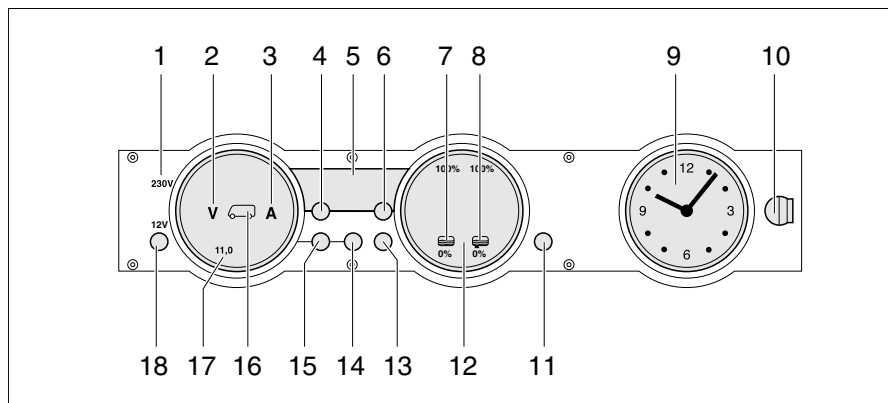

Fig. 259 Pannello di controllo MP 20-T
La spia di controllo 230 V (Fig. 259,1) si accende quando all'ingresso della centralina elettrica è presente una tensione di rete.
L'interruttore principale 12 V (Fig. 259,18) inserisce o disinserisce il pannello di controllo e l'alimentazione a 12 V dell'abitacolo.
- Premere brevemente il tasto "12 V" (Fig. 259,18). L'alimentazione a 12 V dell'abitacolo è inserita. L'indicatore di controllo "12 V" si accende.
- ▷ Se dopo l'accensione il LED "11,0" dell'indicatore dei volt e il simbolo dei Volt "V" (Fig. 259,2) lampeggiano nell'indicatore delle batterie (Fig. 259,17), la tensione della batteria dell'abitacolo è insufficiente. Caricare la batteria.
- ▷ Se dopo l'accensione l'indicatore di controllo "12 V", il simbolo della batteria dell'abitacolo (Fig. 259,16) e il simbolo dei Volt "V" (Fig. 259,2) lampeggiano per tre volte, significa che la separazione della batteria è attivata. Disattivare la separazione della batteria.
- Premere brevemente il tasto "12 V" (Fig. 259,18). L'alimentazione a 12 V dell'abitacolo è disinserita. L'indicatore di controllo "12 V" si spegne.
- Premere il tasto della batteria dell'abitacolo (Fig. 259,14) e tenerlo premuto per circa 10 secondi. Il simbolo dei Volt "V" (Fig. 259,2) e il simbolo degli Ampere "A" (Fig. 259,3) lampeggiano tre volte. La batteria dell'abitacolo è separata dalla rete di bordo a 12 V.
- Premere il tasto "12 V" (Fig. 259,18) e tenerlo premuto per 5 secondi. Il simbolo dei Volt "V" (Fig. 259,2) lampeggia tre volte. La batteria dell'abitacolo è collegata alla rete di bordo a 12 V. L'indicatore di controllo si accende dopo circa 2 secondi.
- Premere il tasto della batteria dell'abitacolo "🔋" (Fig. 259,14). Il simbolo dei Volt "V" (Fig. 259,2) si accende. Il simbolo degli Ampere "A" si accende con luce bianca o rossa a seconda del livello di carica o scarica delle batterie. La tensione della batteria e la corrente della batteria dell'abitacolo sono indicate dai LED sul pannello di controllo.
- Premere il tasto della batteria di avviamento "🔋" (Fig. 259,15). Il simbolo dei Volt "V" (Fig. 259,2) si accende. La tensione della batteria della batteria di avviamento viene indicata attraverso i LED nell'indicatore.
- Premere il tasto dei serbatoi "  " (Fig. 259,13). I simboli del serbatoio dell'acqua "  " (Fig. 259,7) e del serbatoio delle acque grigie "  " (Fig. 259,8) si accendono. I livelli di riempimento del serbatoio dell'acqua (scala a sinistra) e del serbatoio delle acque grigie (scala a destra) vengono visualizzati mediante i LED nell'indicatore.
Il simbolo Volt "V" (Fig. 259,2) e il LED "11,0" iniziano a lampeggiare non appena la tensione della batteria scende al di sotto di 11 V (misurazione durante il normale esercizio) con conseguente rischio che la batteria si scarichi totalmente.
Il simbolo del serbatoio dell'acqua "☰" (Fig. 259,7) o il simbolo del serbatoio delle acque grigie "☷" (Fig. 259,8) lampeggia se il serbatoio dell'acqua è vuoto o il serbatoio delle acque grigie è pieno.
Attraverso l'indicazione digitale (Fig. 259,5) è possibile visualizzare la temperatura interna e la temperatura esterna.
- Premere il tasto della temperatura interna "☷" (Fig. 259,4). Viene indicata la temperatura interna.
- Premere il tasto della temperatura esterna "☰" (Fig. 259,6). Viene indicata la temperatura esterna.